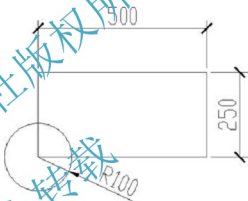

图 4.129 移动图形
- (1) 按照图 4.129 所示尺寸绘制图形。
- (2) 只执行一次【移动】命令将图 4.129 中的圆移到矩形的中心。